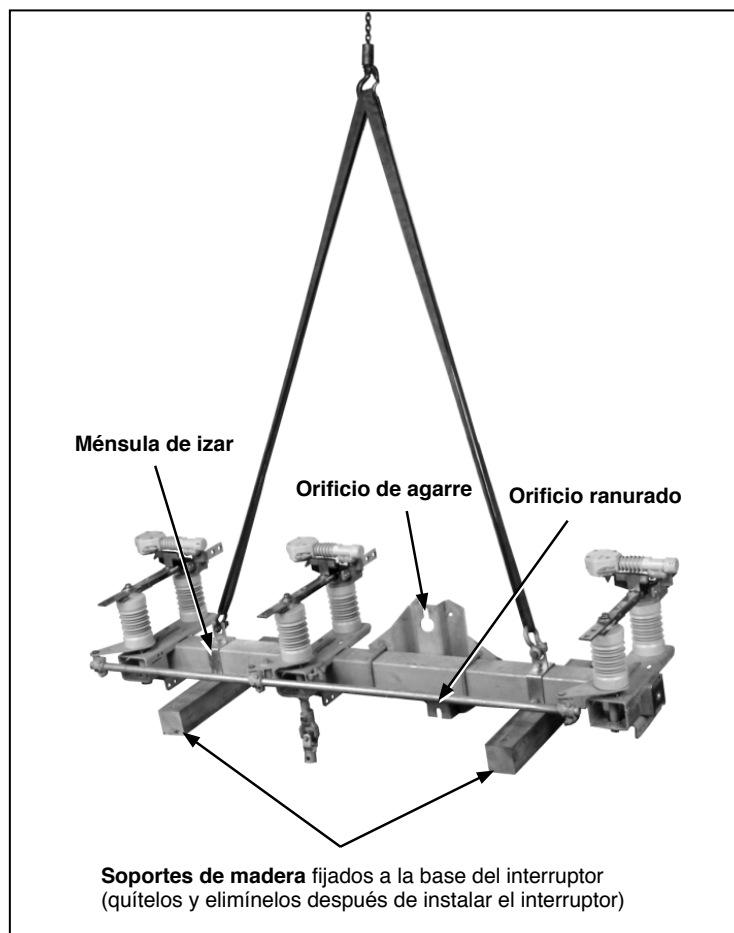

Figura 1. Izamiento del interruptor Omni-Rupter con configuración de montaje horizontal hasta su posición final.
Los interruptores en la configuración de montaje horizontal vienen con dos ménsulas de izar atornilladas a un soporte de madera de 4"×4" que, a su vez, está sujetado a la base del interruptor. Ver Figura 1. Debido a que el soporte de madera también forma parte de la tarima de embarque, tenga cuidado de no dañarlo durante el desempaque.
- c. Levante el interruptor según se muestra en la Figura 1 hasta que las eslingas de izar estén apenas tensas.